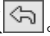

图 1-30 动态输入工具栏(绘制矩形)
(2) 在绘图区操作。从 AutoCAD 2006 开始新增加了动态输入功能,可以实现在绘图区操作,完全可以取代传统的命令行。在动态输入被激活时,在光标附近将显示动态输入工具栏,如图 1-30 所示。用户可以在提示框中输入坐标,按 Tab 键在几个工具栏中切换,按键盘上的“↓”键,显示和选择各相关的选项响应命令。本任务操作实例中第七步即采用了此方法。